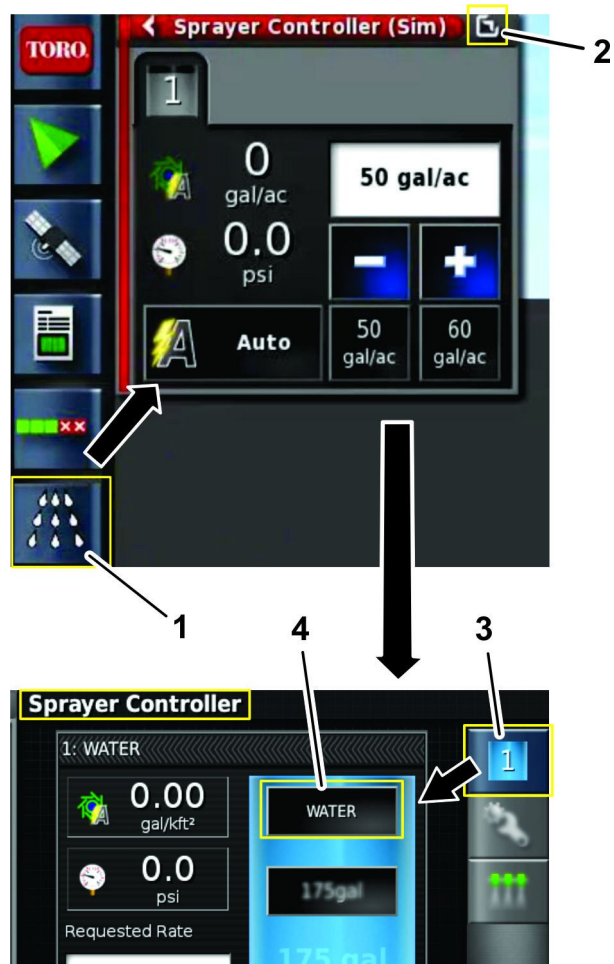

图 26
2. 按“打药车控制器”图标然后展开打药车控制器面板图 26。
3. 按 ECU 1 图标图 26。
4. 按产品配置图标图 26。